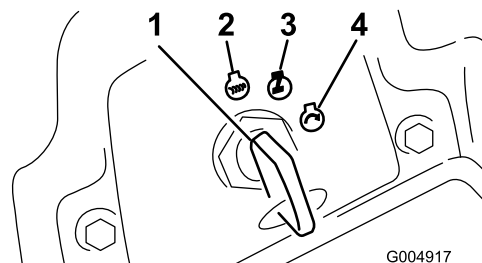

Figura 17
5. Gire la llave de contacto a la posición Marcha (Figura 17).
2. Gire la llave de contacto a la posición de Desconectado (Figura 17). Espere a que se detengan todas las piezas en movimiento antes de abandonar el puesto del operador.